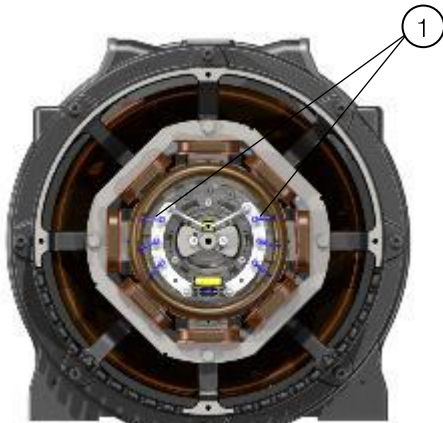

Abbildung 12.6: Diodenanschluss
2. Lösen Sie die Verzinnung der sechs Dioden mit dem Erregerrotor gemäß Abbildung 12.6.